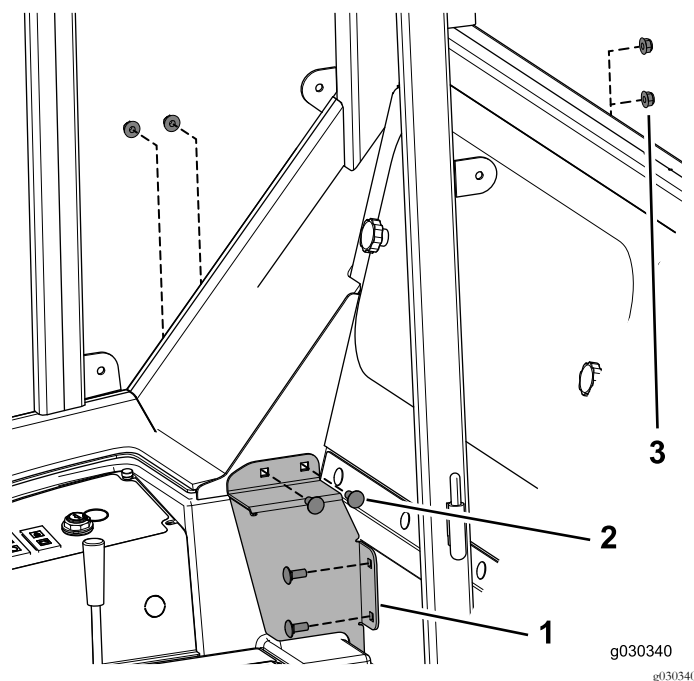

Figura 24
2. Instale sem apertar o suporte da cobertura direito na cabina utilizando os 4 parafusos de carroçaria (5/16 pol. x 3/4 pol.) e as 4 porcas de bloqueio (Figura 24).